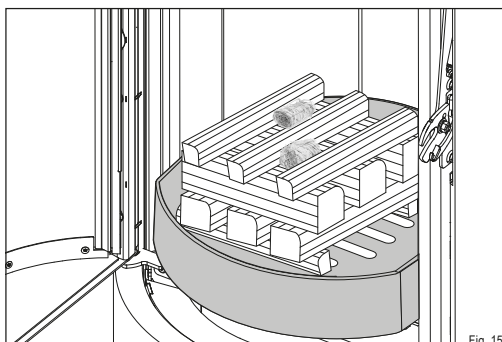

Fig. 15
- ▶ **Placez les bûches au centre de la grille en fonte dans le foyer (Fig. 15) :**
- ▶ **placer les deux premières bûches (2) perpendiculairement à la vitre du foyer sur l'extrémité avant et arrière de l'ouverture de la grille**
- ▶ **placer les trois bûches suivantes 3 (1) dans le sens de la longueur de la vitre du foyer sur les deux premières bûches**
- ▶ **les 3 suivantes (1) en travers par dessus**
- ▶ **les 3 dernières (2) en longueur par dessus**
- ▶ **l'allume-feu (3) au milieu, entre les bûches supérieures**